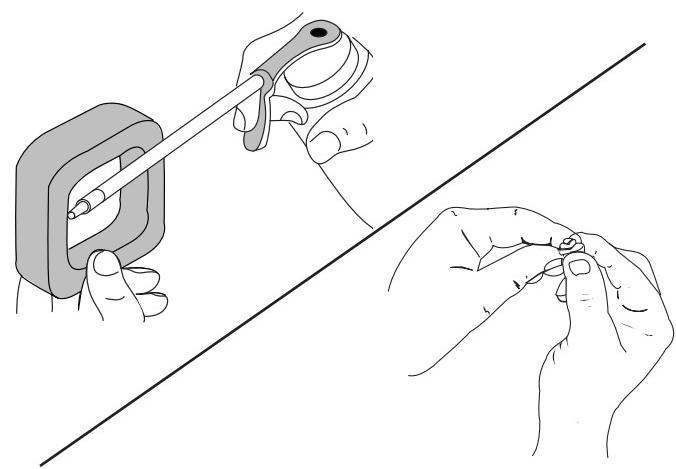

Fig. 22
4. Aplique suficiente aceite de motor limpia SAE 30 para apenas recubrir el filtro (Fig. 22).
5. Apriete el filtro para desparilar y eliminar el exceso de aceite (Fig. 22).